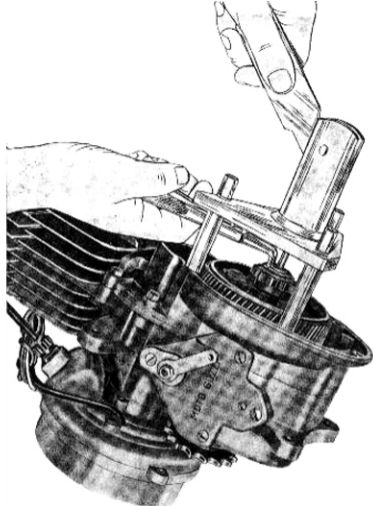

Fig. 10 - Come viene tolto l'anello elastico seeger per tenuta frizione
1) sfilare dall'albero primario del cambio uno dei due pistoncini spingidischi, applicare poi l'attrezzo 36906550 infilando l'astina di questo nell'albero primario (vedere fig. 10), indi comprimere quel tanto da poter togliere l'anello elastico seeger mediante apposita pinza. Ottenuto questo, sfilare dall'albero primario le due ranelle e l'ingranaggio di trasmissione con montato il gruppo dei dischi della frizione;